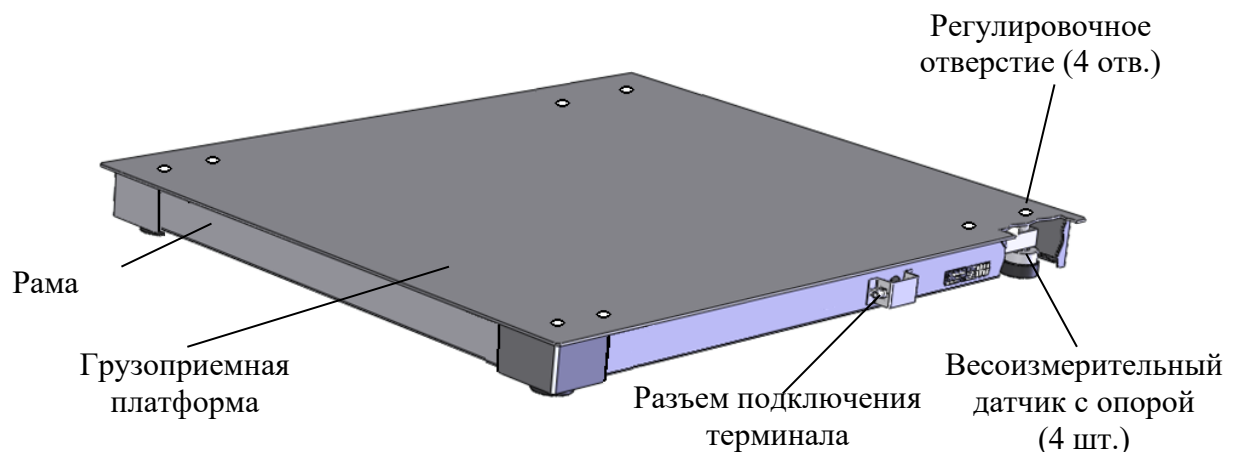

Рисунок 5.1 – Модуль взвешивающий 4D-PM_
5.1.1 Модуль представляет собой единую конструкцию из рамы и грузоприемной платформы. В состав модуля входят четыре цифровых весоизмерительных датчика с регулировочными опорами (см. рис. 5.1).